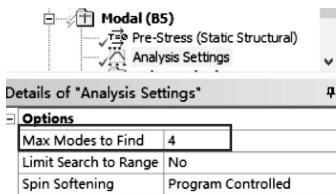

图 4-25 模态阶数设置
(1) 在导航树上单击【Modal (B5)】。
(2) 在导航树里单击【Analysis Settings】→【Details of “Analysis Settings”】→【Options】→【Max Modes to Find】= 4, 其他默认, 如图 4-25 所示。